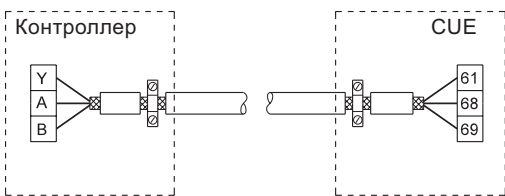
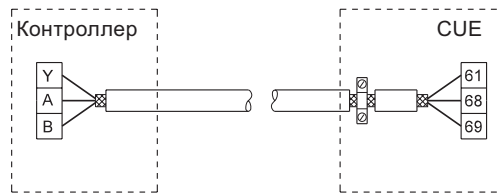

Рис. 23 Пример подключения к шине 3-жильного кабеля с экраном с подключением на двух сторонах
Рис. 24 Пример подключения 3-жильного кабеля с экраном, подсоединенным к CUE (контроллер без кабельного хомута)
- Подключайте экран кабеля двигателя и сигнальных кабелей к корпусу на обоих концах. См. рис. 23. Если на контроллере отсутствует хомут, подключайте экран только к CUE. См. рис. 24.